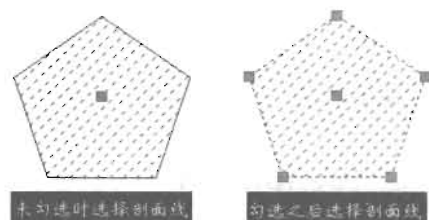

图 4-20
(4) 隐含窗口：该选项被选中时（此为默认设置），从左向右定义选择窗口，可使完全位于选择窗口内的所有图形被选中；而从右向左定义选择窗口，则完全位于选择窗口内以及与窗口相交的所有图形会被选中。该选项未选中时，必须用窗口（Window）或交叉（Crossing）选项生成选择窗口。
(5) 对象编组: 打开或者关闭自动组选择。打开时, 选择组中的任意一个对象就相当于选择了整个组。
(6) 关联填充: 当选择相关的剖面线时, 控制是否同时选择边界对象。如果不勾选这个选项, 选择剖面线时不能同时选择其边界对象; 如果勾选了这个选项, 选择剖面线时能同时选择其边界对象, 如图 4-20 所示。